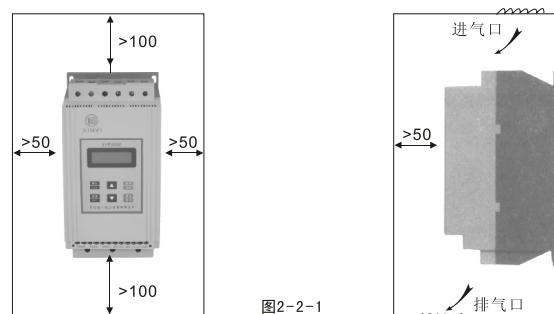

图2-2-1
- ①软起动器应垂直安装，请勿倒装，斜装或水平安装。应使用螺钉安装在牢固的结构上。
- ②软起动器运行时要产生热量，为确保准动空气的通路，应如图2-2-1所示，设计留有一定的空间。产生热量向上散发，所以不要安装在不耐热设备的下方。